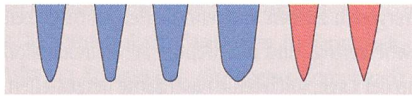

Abb. 7: Nadelspitzen aus dem Groz-Beckert Portfolio
- Elastananteil die FG-Spitze (Abb. 7).